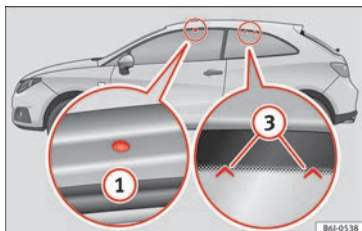

Fig. 151 Modelo IBIZA SC: puntos de fijación de las barras longitudinales para el portaequipajes del techo.
Los puntos de fijación delanteros ① sólo se pueden ver con las puertas abiertas; los puntos de fijación traseros ③ están marcados en el borde superior del cristal lateral con puntas de flecha » **fig. 151**.